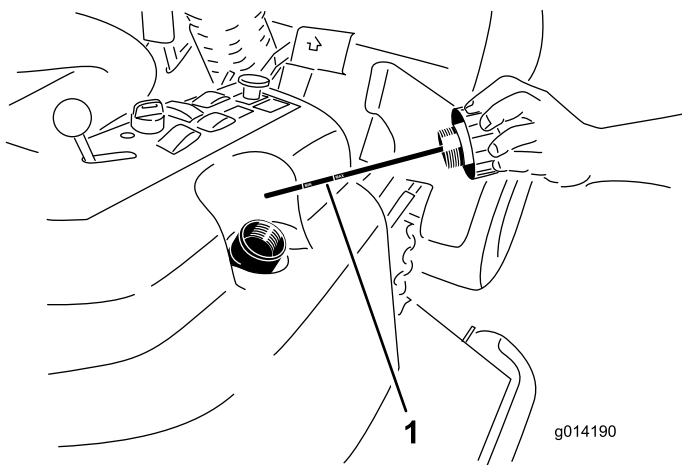

図 40
- 油圧オイル補給口のキャップ 図 40 を取る。
- ディップスティックを抜きウェスで一度きれいに拭く (図 40)。
- もう一度首まで完全にねじ込んでから抜き、オイルの量を点検する 図 40。